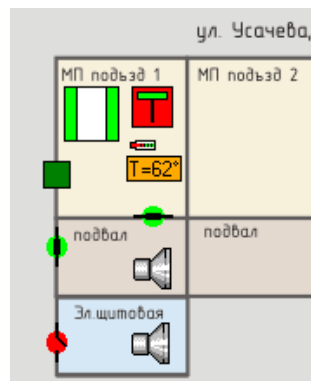

Рисунок 21
5) Расположить значек охранного датчика на соответствующем месте на карте, например в машинном помещении (рисунок 21).